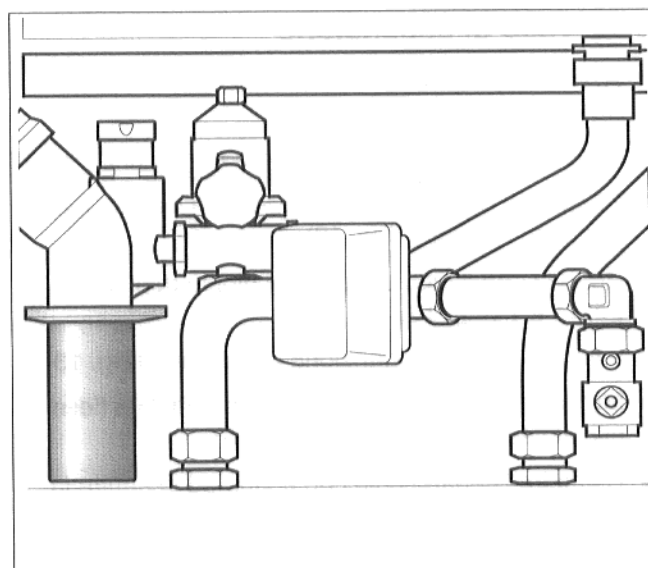

Fig. 10: sifone ad imbuto
- Montare il sifone ad imbuto (Fig. 10).